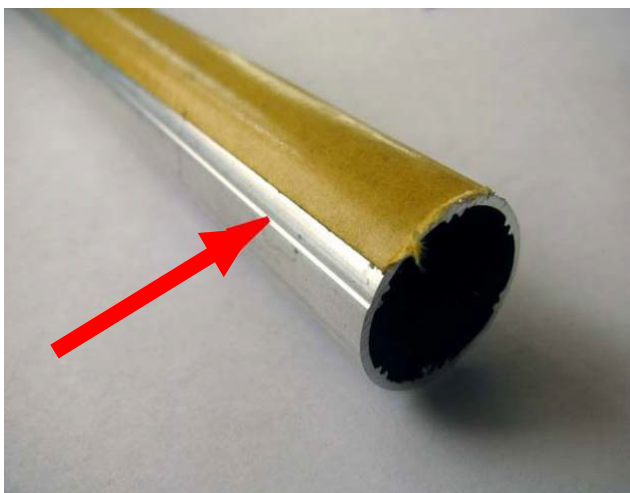

Рис. 2.3
2.1.4. Наклеить ленту клейкую 12 мм на *трубу алюминиевую 19 мм 311030-0000* вдоль продольного паза, показанного стрелкой (Рис. 2.3).